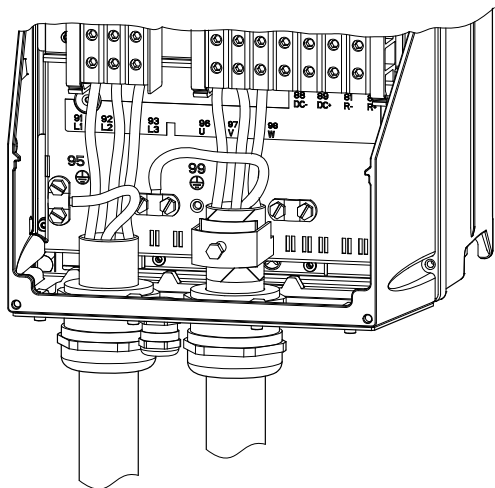

图 18 主电源和电机连接，C1 和 C2
1. 将地线连接到终端 95 (PE)。见图18。
1. 将地线连接到终端 99 (PE)。见图18。
2. 将电机导线连接到终端 96 (U), 97 (V), 98 (W)。